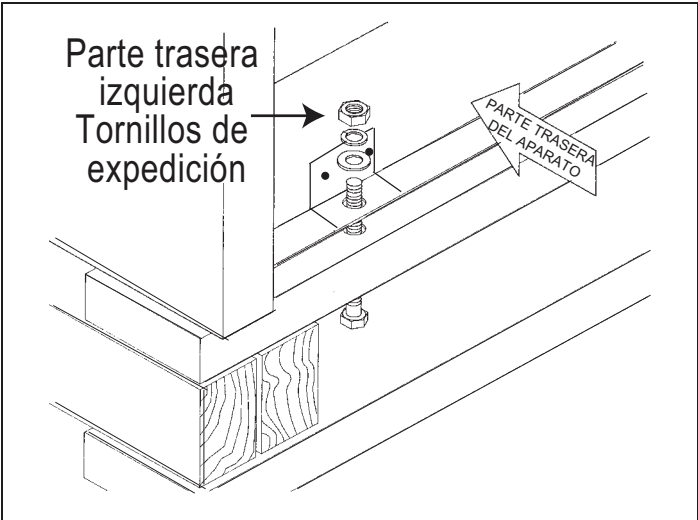

Figura 5: Quitar los dos tornillos traseros
- Debido al peso se debe usar una plataforma de ruedas suaves para transportar este aparato. Se debe repartir el peso uniformemente en la parte inferior (vea la Figura 5).